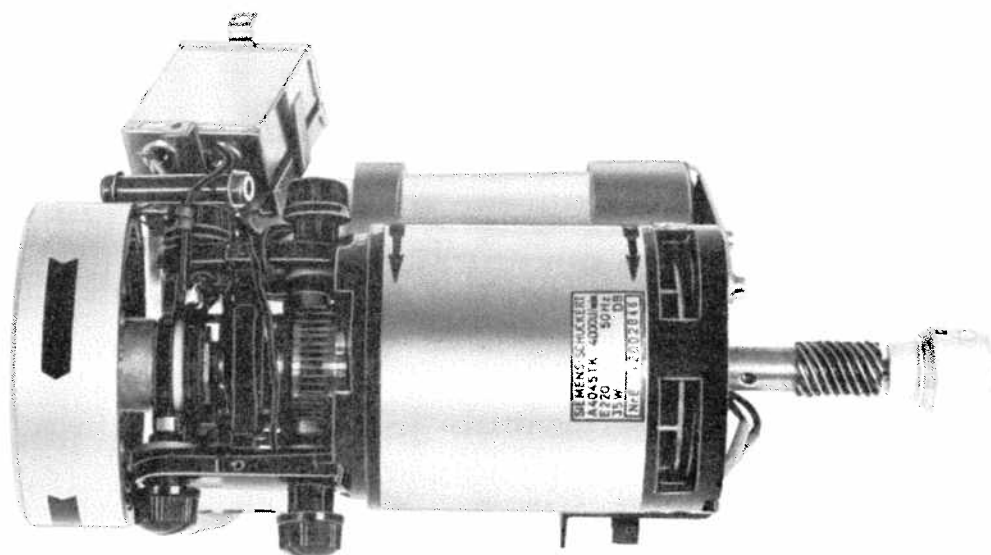

Bild 16
3.2.1.11 Lossa bygeln för kondensatorerna C1 och C2 på motorn. Lyft upp ena änden av kondensatorerna och tvätta kommutatorer och släpringar med sprit 35, bild 16. Använd putsduk M6400-106010. Återställ.